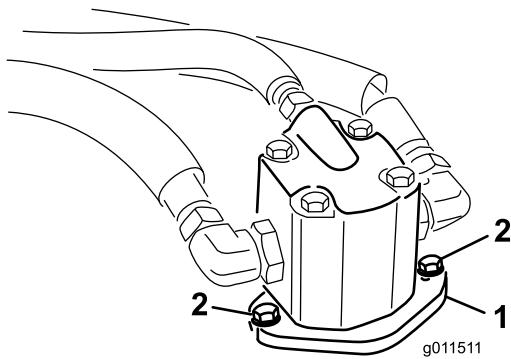

Figura 67
4. Retire os parafusos que fixam o motor hidráulico à unidade de corte (Figura 67). Levante o motor da unidade de corte e coloque-o na zona superior da unidade de corte.